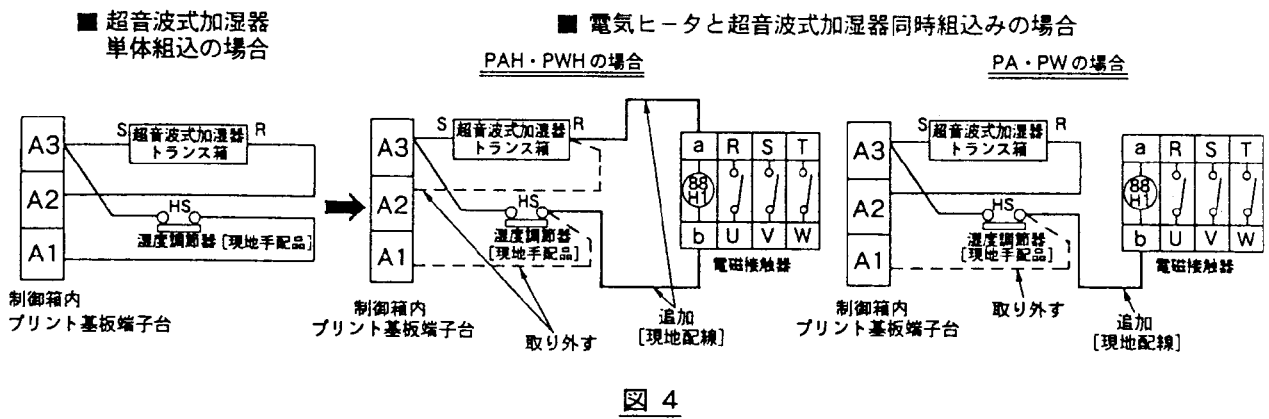

図 4
- 2). 超音波式加湿器と同時組込める場合、超音波式加湿器の配線 [現地配線] を図4の様に変更してください。